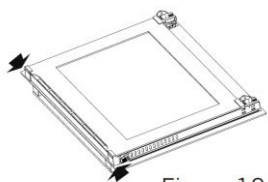
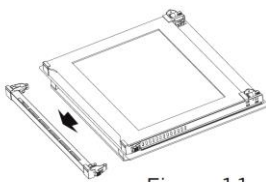
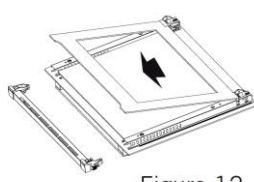

Figura 10
Figura 11
Figura 12
1. Presione los pestillos de plástico situados a ambos lados (derecho e izquierdo) del perfil tal y como se muestra en la **Figura 10**, después extraiga el perfil tirando del mismo hacia afuera como se muestra en la **Figura 11**. El cristal quedará libre después de extraer el perfil, como se aprecia en la **Figura 12**. Tire con mucho cuidado del cristal liberado hacia usted, si incluye un cristal central también podrá ser retirado de la misma forma, el cristal exterior está fijado al cerco de la puerta. Una vez limpios los cristales proceda a colocarlos de forma inversa al descrito para extraerlos.